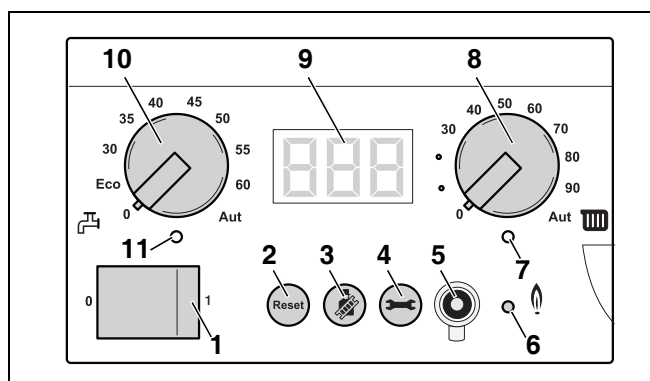

Fig. 52 BC10
- Druk de serviceknop (→ fig. 52, [4], pag. 46) eventueel een aantal keren in tot de drukweergave (bijv. "P□.□") wordt weergegeven.